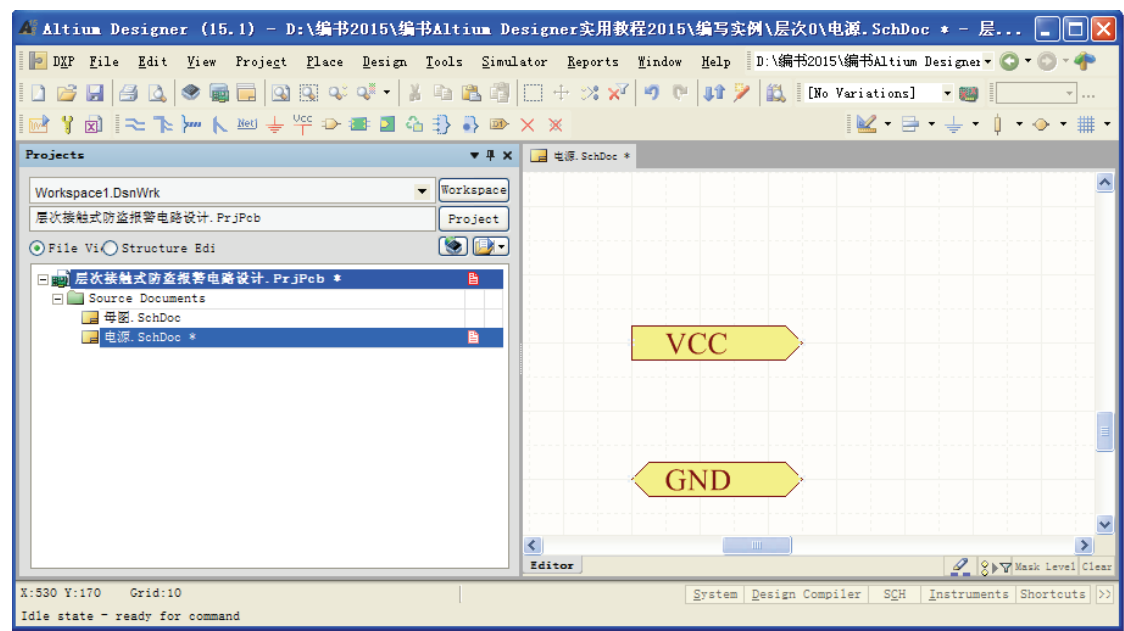

图 8-11 只有输入/输出端口的电源.SchDoc 原理图
(1) 执行菜单命令【Design】→【Create Sheet From Sheet Symbol】，光标变成十字形。
(2) 在子图符号“电源”上单击，系统生成电源.SchDoc 原理图文件，并将“电源”子图符号中的图纸入口转换为 I/O 端口添加到电源.SchDoc 原理图中，如图 8-11 所示。